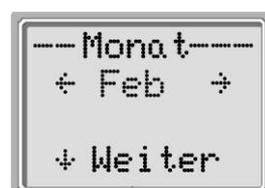

Bild 36
- Falls Zeit und Datum korrekt sind, drücken Sie die UNTEN ▼ Taste ⑩ zum Verlassen der Uhreinstellung.
- Falls Zeit oder Datum nicht stimmen, drücken Sie die UNTEN ▼ Taste ⑩, um den Monat einzustellen (Bild 36).
- Drücken Sie die LINKS ◀ Taste ⑨ oder RECHTS ▶ Taste ⑫, um den Monat einzustellen.